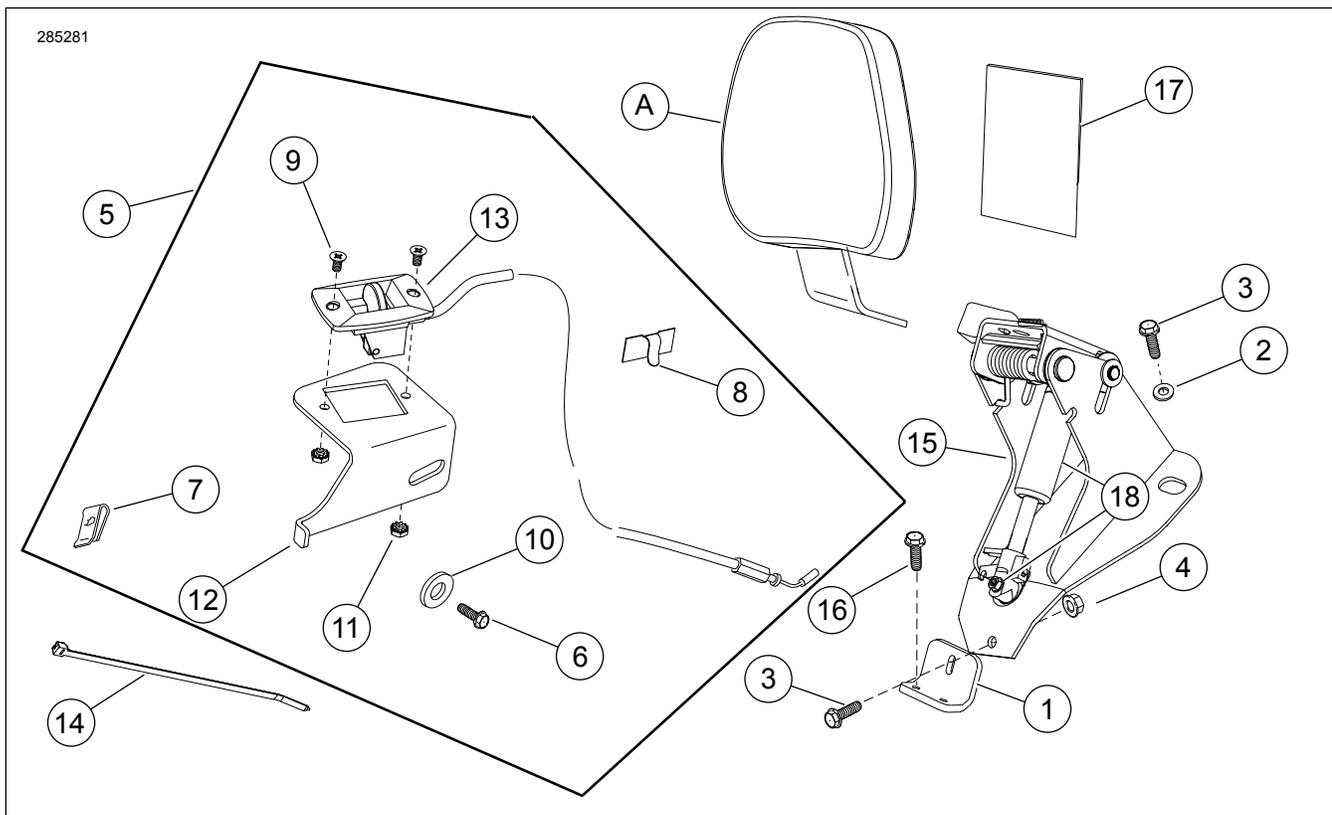

Figura 9. Peças de reposição: KIT FL de Ferragens para Montagem do Encosto Regulável para o Condutor
7. Ver a Figura 9. Monte o manípulo do atuador com cabo (13) no respetivo suporte (12) com parafusos (9) e contraporcas (11).
11. Ver a Figura 9. Utilize a braçadeira de face adesiva (8) incluída no kit. Utilizando álcool isopropílico, limpe a área plana do suporte do manípulo de regulação, aproximadamente no sítio de onde foi retirado o grampo do cabo da vela de ignição. Encaixe o grampo no suporte e oriente o tubo do cabo da vela de ignição e do evaporador (se equipado) através dele. Dobre o grampo para baixo, de forma a segurar o cabo e/ou tubo com firmeza.
4. Ver a Figura 9. Utilize o protetor do assento (17).